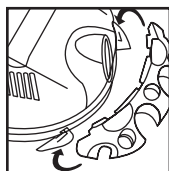

FIGURE 10
8. Placez-vous derrière l'appareil. Saisissez le porte-outils et positionnez-le avec les onglets face au dos de l'appareil. **FIGURE 10**.